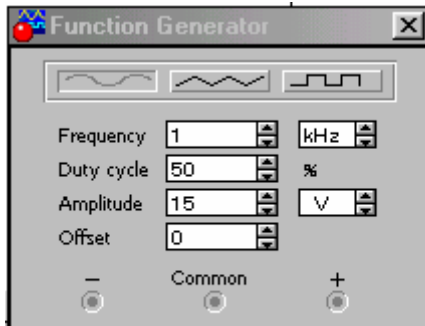

Рисунок 3.3
З'явиться передня панель генератора сигналу (рис. 3.3), у віконцях якого можна встановлювати:
4.6.2 Повторити дослідження за п. 4.6.1 для *трикутної* і *прямокутної* форм сигналів, які встановлюються відповідно кнопками  і  генератора (рис. 3.3).